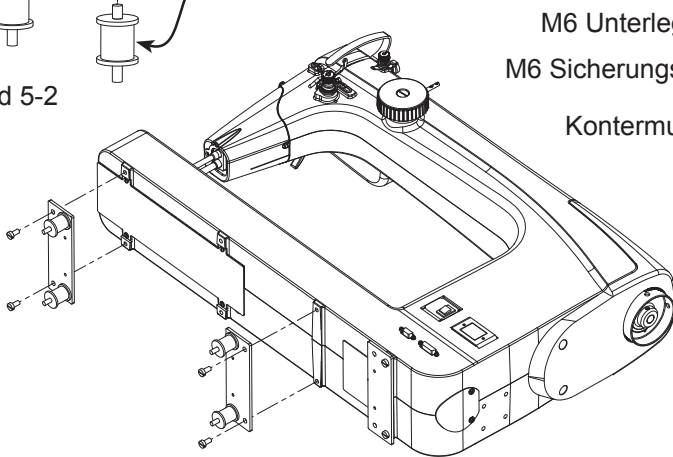

Bild 5-3
**5-3 :** Installieren Sie die 2 Montageplatten mit Hilfe eines flachen Schraubendrehers wieder an. Vergewissern Sie sich, dass der Rand der Gummidämpfungselemente an jeder Platte in Richtung Maschinenmitte zeigt, wie in Bild 5-3 dargestellt.